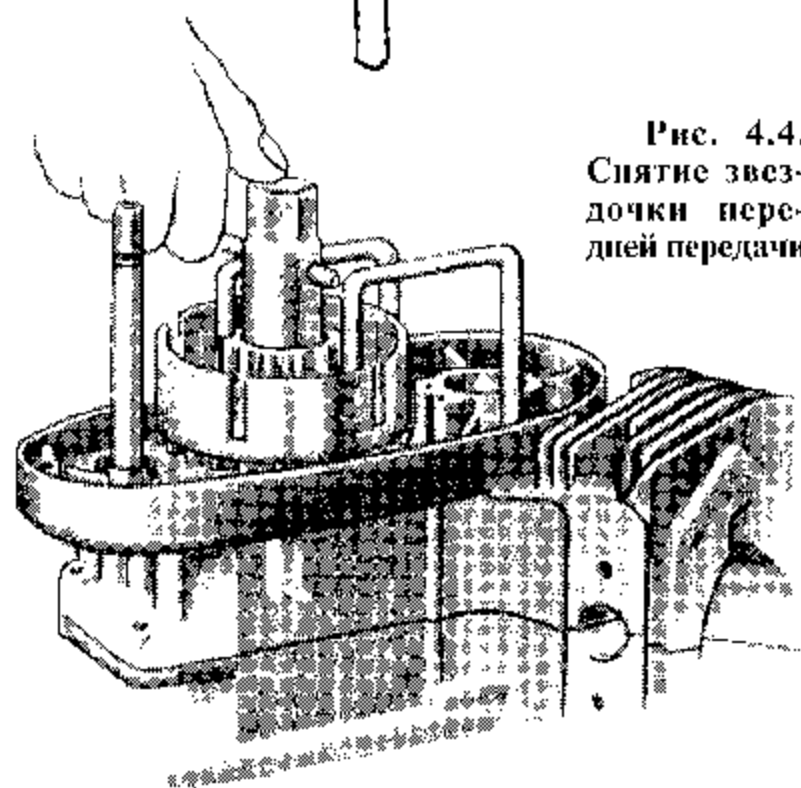

Рис. 4.4.
- ✓ вставить торцовый ключ и с помощью воротка отвернуть гайку с первичного валика (резьба левая). Снять наружный барабан вместе с цепью и ведущей звездочкой передней передачи. После этого снять шпонку с левой цапфы и распорную втулку с шайбой с первичного вала (рис. 4.4).